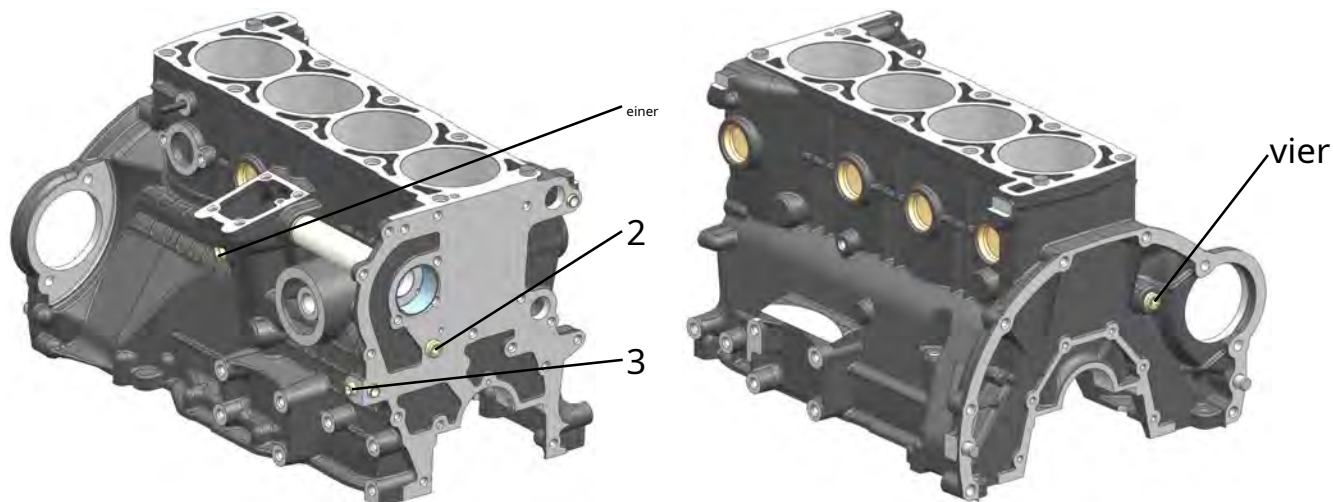
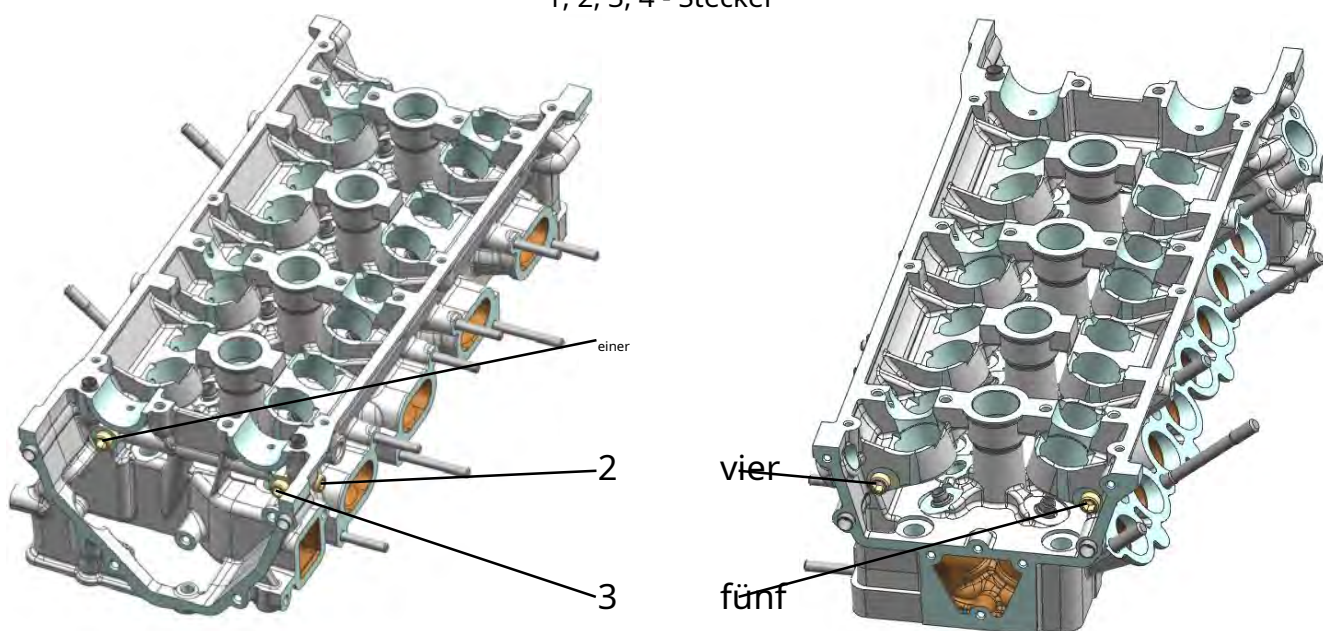

Abb. 104. Ölkanalstopfen des Zylinderblocks:
Abb. 105. Zylinderkopfölkanalstopfen:
3. Schrauben Sie die Stopfen der Ölkanäle des Blocks 1, 2, 3, 4 (Abb. 104) und des Kopfes ab Zylinder 1, 2, 3, 4, 5 (Fig. 105) und alle Ölkanäle mit Druckluft ausblasen. Schrauben Sie die Stecker wieder ein.